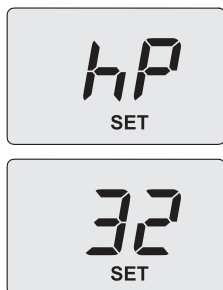

Figura 9.11
- Utilizzare i tasti 14 o 15, sul display LCD le lettere **hP** si alternano con il valore di temperatura minimo dell'acqua di riscaldamento (es. **32**) e compare la scritta "**SET**", indicanti l'entrata nell'attivazione della "funzione spazzacamino" alla potenza minima in riscaldamento (Figura 9.11).